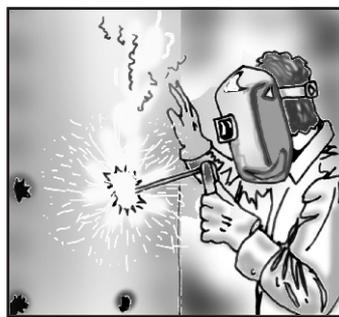

Fig.2
- b) En superficies grandes, planas o irregulares, las colchas se fijarán sobre sujetadores que deberán estar soldados a la superficie del equipo a distancias de 12 a 18 pulgadas entre centros (Fig.2).